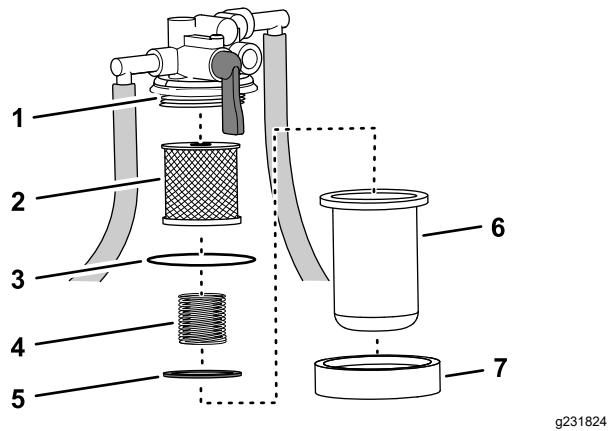

Figura 71
- Coloque um recipiente de escoamento debaixo do recipiente do filtro de combustível, retire a porca do recipiente e retire o recipiente do filtro da cabeça do filtro (Figura 71).
- Monte o elemento do filtro na cabeça do filtro; consulte Figura 71 em Remoção do elemento do filtro (página 55).
- Monte a mola e a flutuação no recipiente do filtro de combustível; consulte Figura 71 em Remoção do elemento do filtro (página 55).
- Monte o recipiente do filtro e a porta do recipiente na cabeça do filtro e aperte a porca à mão; consulte Figura 71 em Remoção do elemento do filtro (página 55).